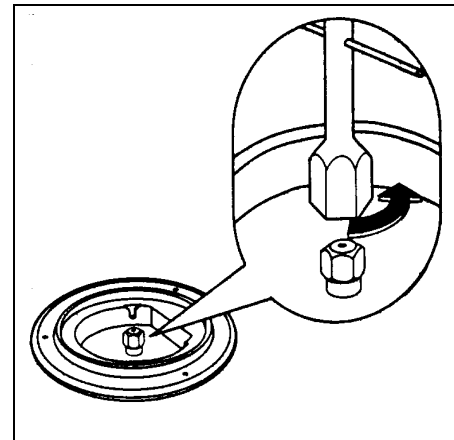

fig.16
3. Avec une clé douille de 7, dévissez les injecteurs (fig. 16) et remplacez-les par ceux convenant au type de gaz utilisé (voir tableau n°1).